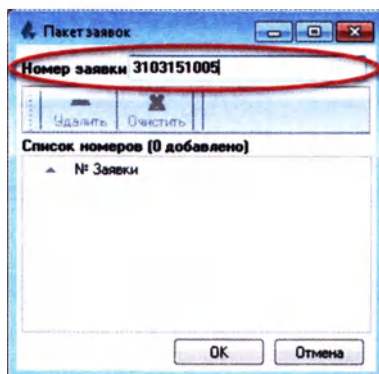

Рисунок 2.91
5.1. В открывшемся окне **«Пакет заявок»** введите номер заявки и нажмите клавишу **«ОК»** (Рисунок 2.91):